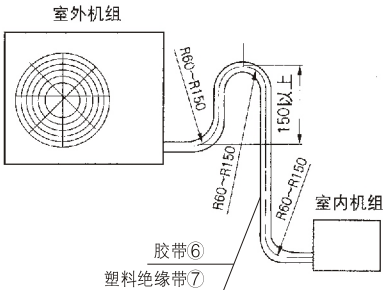
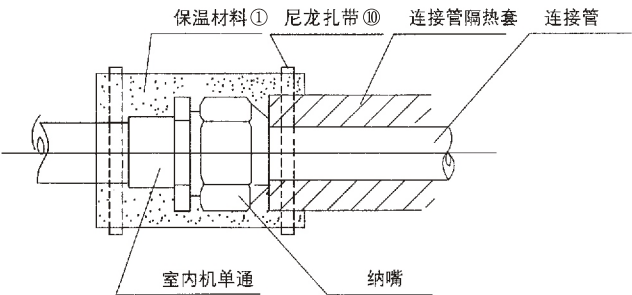

图 7
图8
- 注：(1) 本机组允许连接管最大长度为15米。机组所配连接管②、③长度为5米，若要加长，推荐从第5米开始每加长1米连接管追加制冷剂25克。
- (2) 安装时如必须加长连接铜管,请按第32页表(2)要求选择。
- (3) 室内、外机高度差必须小于5米。
- (4) 当室外机比室内机高时，必须将铜管弯制“回油弯”如图7。
- (5) 请将带波纹一端的连接管安装在室内侧。
- 3 管道安装后用附件①保温材料包住所有扩口管连接部分，如图8。